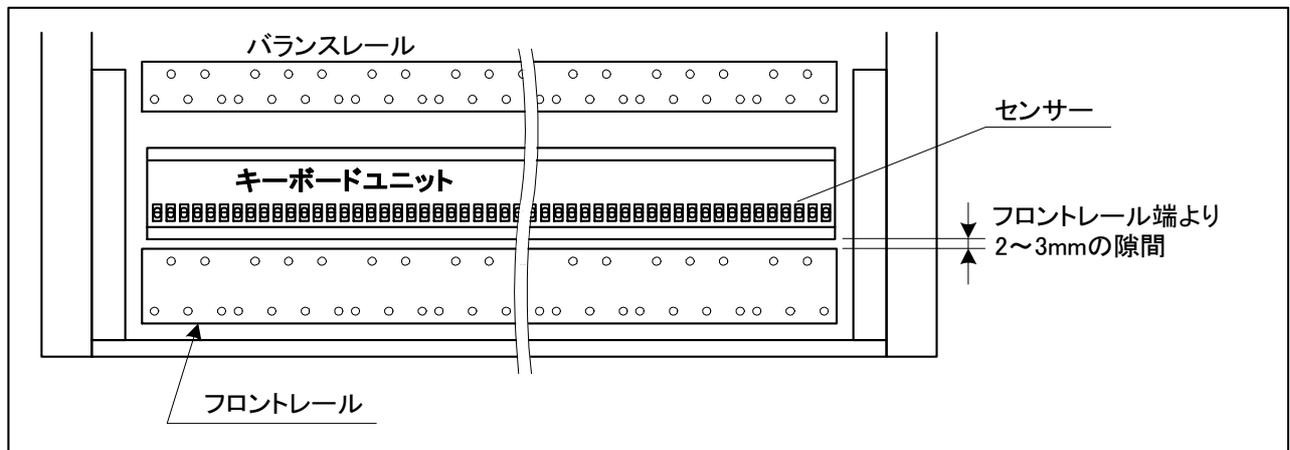

図3.4-2 キーボードユニットの取り付け
(3) 図3.4-2の様に、センサー側を手前にして、フロントレールとバランスレール間にキーボードユニットを載せ、フロントレールから2～3mmの隙間を設けた位置に設置する。